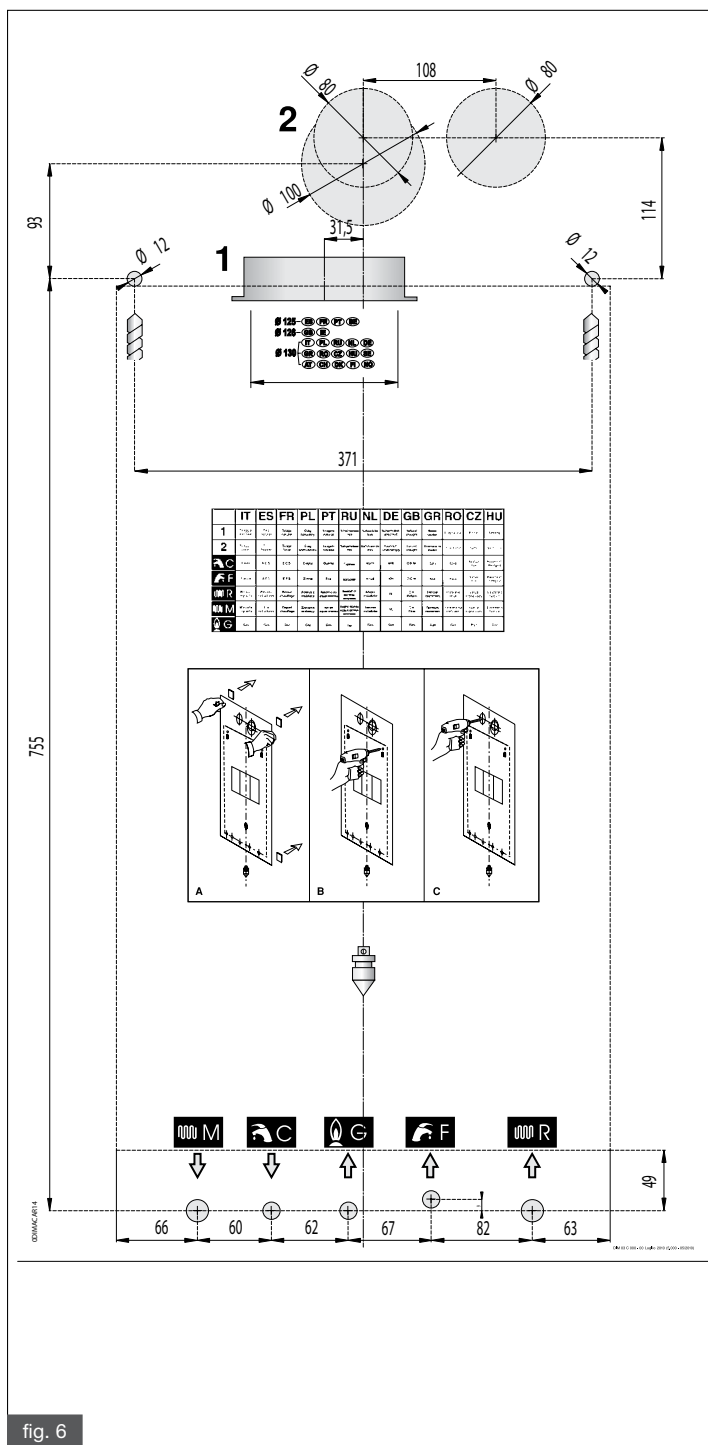

fig. 6
- la dima di fissaggio della caldaia al muro (fig. 6);
Ogni apparecchio è corredato di un'apposita dima in carta (fig. 6), contenuta nell'imballo, che consente la predisposizione delle tubazioni di allacciamento all'impianto di riscaldamento, all'acqua sanitaria, alla rete del gas e alle tubazioni di aspirazione aria/scarico fumi al momento della realizzazione dell'impianto idraulico e prima dell'installazione della caldaia. Questa dima, costituita da un robusto foglio in carta, che deve essere fissata alla parete scelta per l'installazione della caldaia aiutandosi con una bolla e riporta tutte le indicazioni necessarie per praticare i fori di fissaggio della caldaia al muro che avviene per mezzo di due viti con tasselli ad espansione.